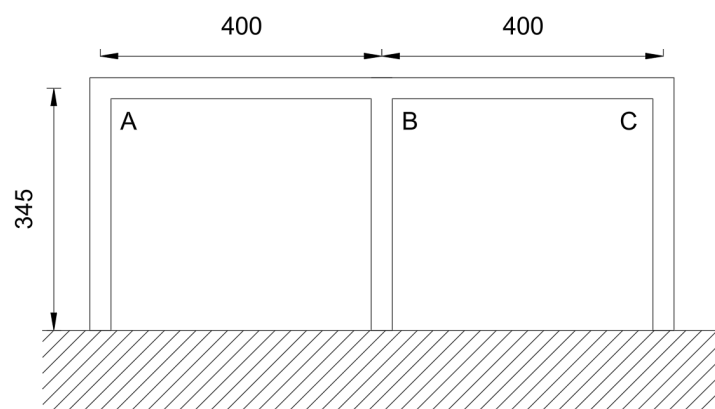

Figura 2 Schema di massima del telaio oggetto di progettazione
Figura 1 e Figura 2 rappresentano, rispettivamente, la pianta e uno schema di massima del telaio A-B-C (evidenziato con un rettangolo tratteggiato in pianta) di un edificio monopiano in calcestruzzo armato da costruirsi nel comune di Modena. La struttura ha dimensioni in pianta di 8 m x 5.5 m e presenta copertura piana, non praticabile. In corrispondenza dei telai perimetrali sono presenti muri di tamponamento. La struttura è da progettare nei confronti dei soli carichi verticali (sisma e vento esclusi).
2. Valutare le sollecitazioni interne sul solaio e sul telaio A-B-C (evidenziato con un rettangolo tratteggiato in Figura 1 e mostrato in Figura 2), anche con schemi semplificati purché idonei alla progettazione della struttura.